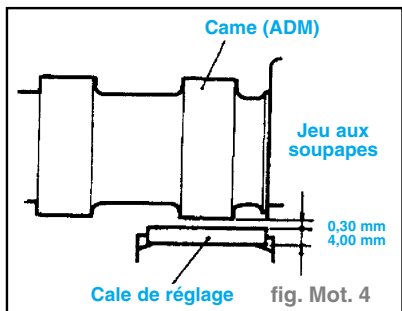

fig. Mot. 4
- Exemple :** (soupape d'admission) (fig. Mot. 4)